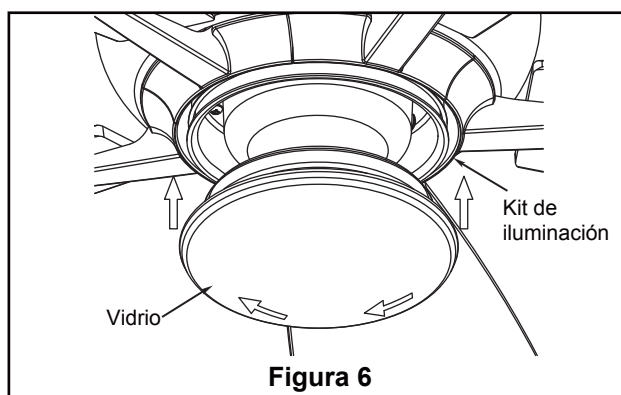

Figura 6
6. Asegure el vidrio en la la ensamble de la placa de iluminación girándolo en el sentido de las agujas del reloj. Gire el vidrio gradualmente **hasta que encaje en la ensamble de la placa de iluminación**. Sin apretar demasiado. (Figura 6)